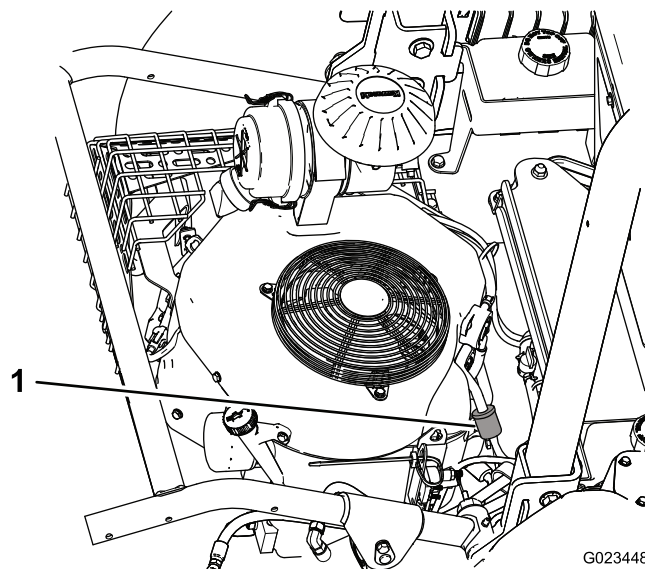

Figure 48
1. Desserrez le collier de flexible sur le côté carburateur du filtre, et débranchez la conduite de carburant du filtre (Figure 48 et Figure 49).